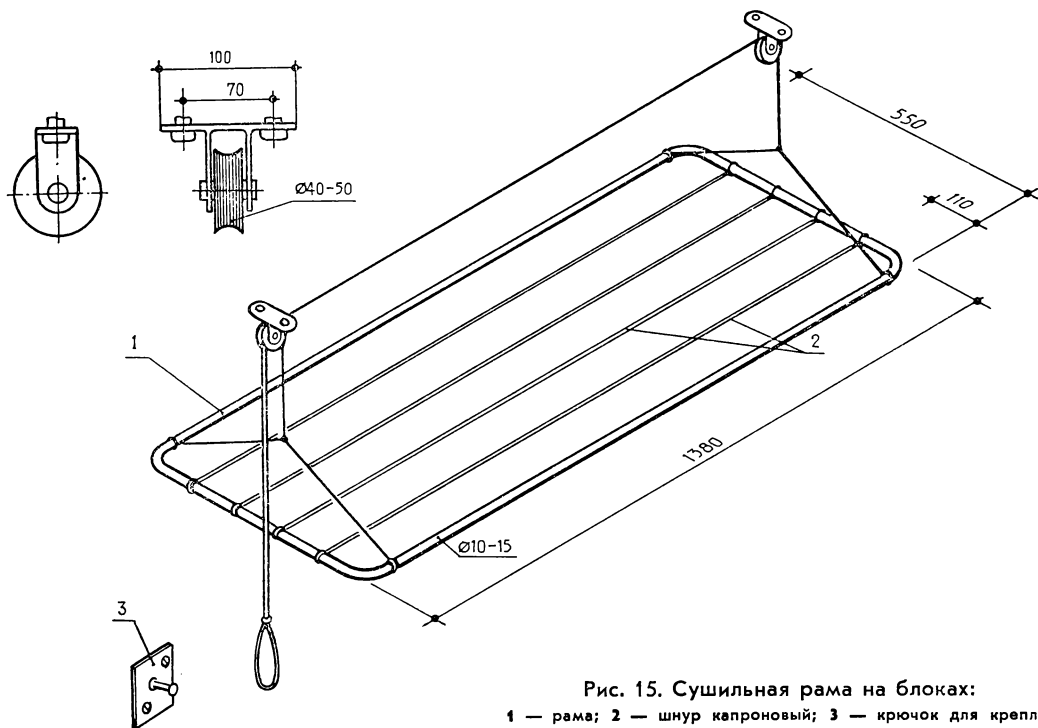

Рис. 15. Сушильная рама на блоках:
**Сушильная рама на блоках** крепится над ванной на потолке или стене (рис. 15).